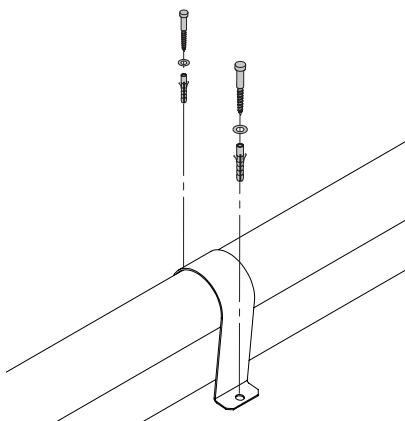

Fig. 26 Fixation des tuyaux avec colliers dans le silo
- ▶ Pour les sondes les plus éloignées resp. les tuyaux les plus longs, les deux tuyaux doivent être fixés ensemble dans le silo avec des colliers (accessoire) sur le fond du silo – Fig. 26.
- ▶ Fixer les tuyaux avec collier sur le sol au moyen de respectivement 2 vis de réglage 6x50 et rondelles – Fig. 26.